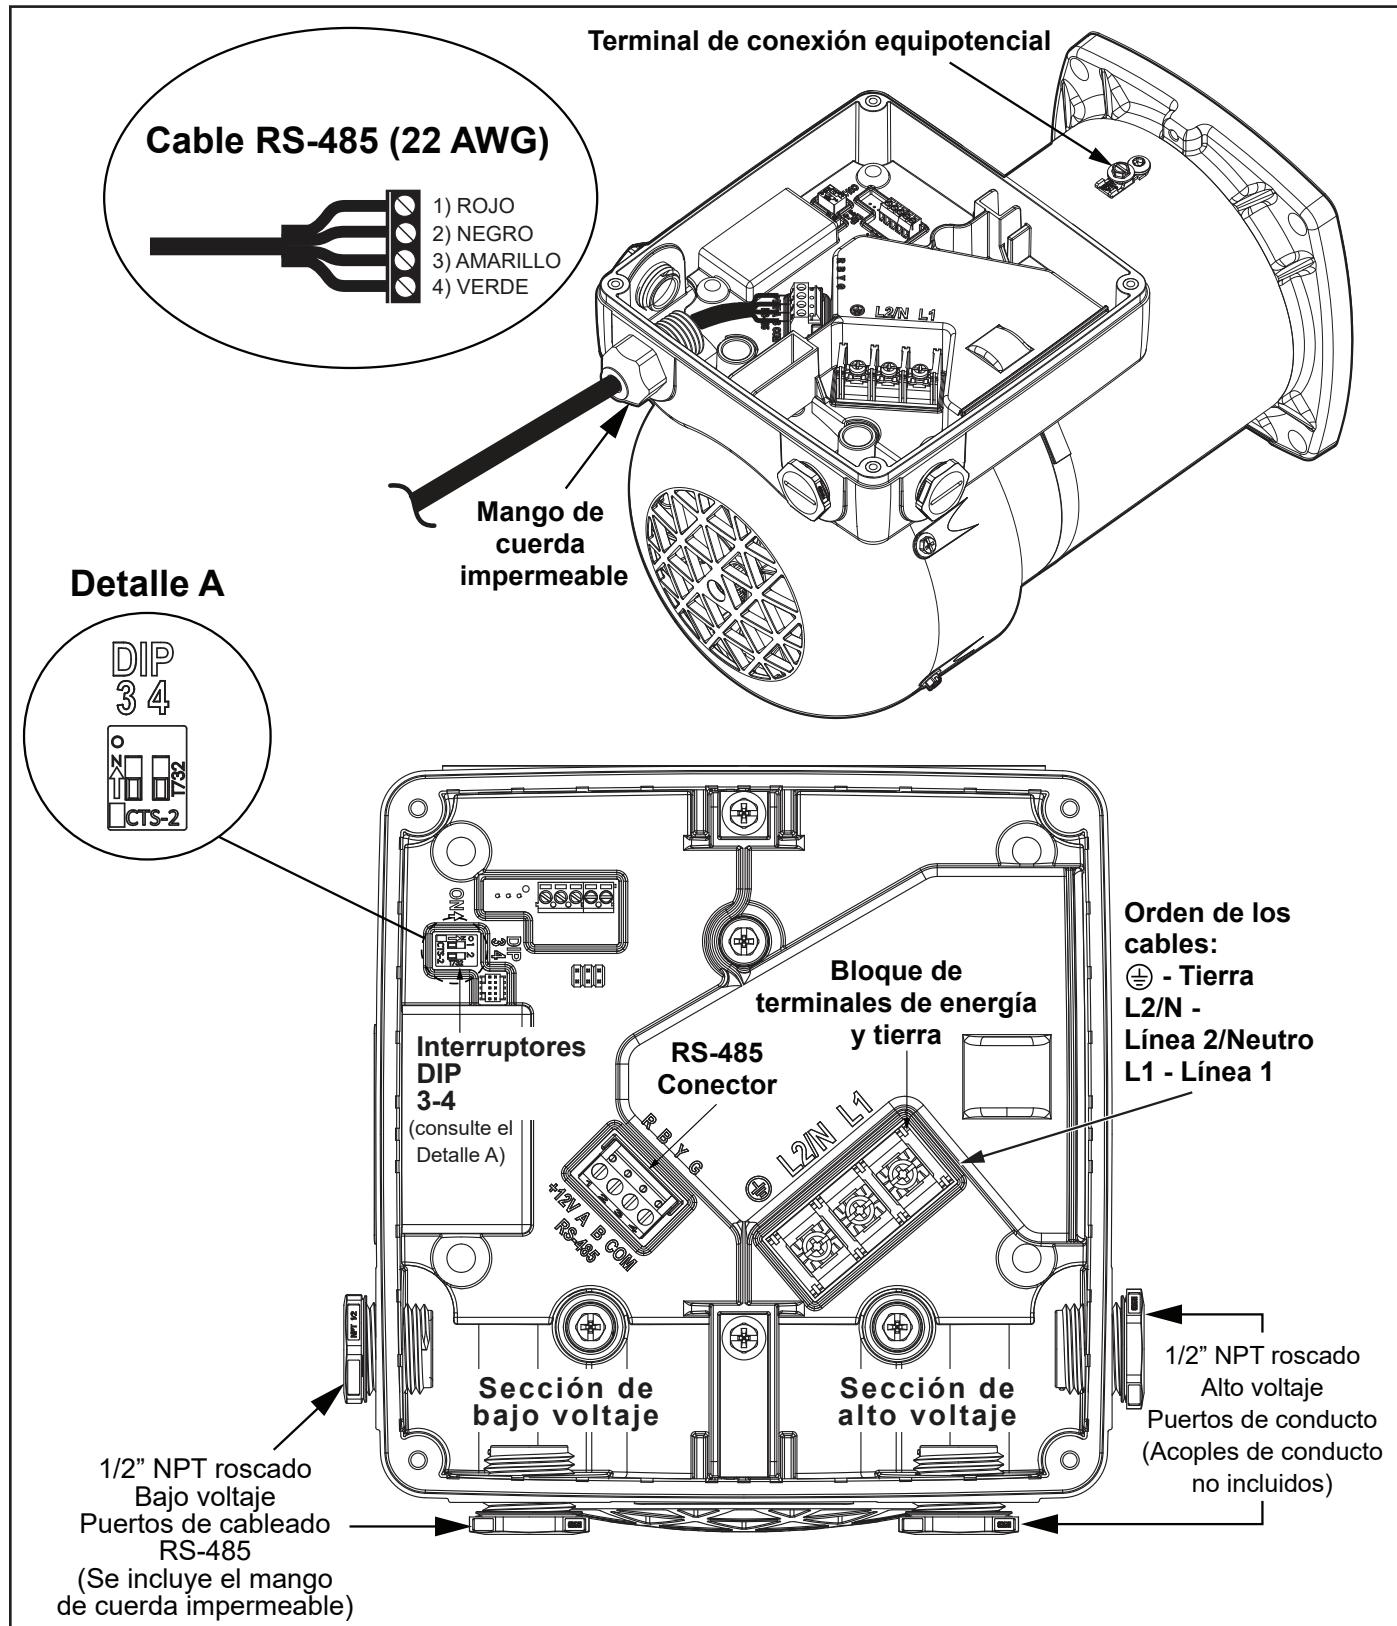

Figura 8. Diagrama de cableado (energía principal de 115 v/230 v y conexión RS-485)
Además de la conexión a tierra adecuada, según se describe en la sección *Cableado eléctrico*, y en conformidad con los requisitos de National Electrical Code (NEC) o, en Canadá, del Código Eléctrico Canadiense (CEC), debe haber una conexión equipotencial entre el motor de la bomba y todas las piezas metálicas de la estructura de la piscina, del hidromasaje o del jacuzzi y todos los componentes y equipos eléctricos relacionados con el sistema de circulación de agua de la piscina/del hidromasaje. La conexión equipotencial debe llevarse a cabo con un conductor de cobre macizo n.º 8 AWG o uno más grande. En Canadá, debe usarse n.º 6 AWG o uno más grande. Haga la conexión equipotencial del motor con la terminal de conexión equipotencial externa proporcionada en el bastidor del motor. Consulte la Figura 8.
Las secciones de bajo voltaje ofrecen dos (2) puertos de conducto de 1/2" NPT (rosados). Se incluye un mango con cuerda impermeable (consulte la Figura 8).
Asegúrese de que la energía a la bomba esté desconectada y retire la tapa de acceso del motor. Conecte el cable RS-485 a través del mango de cuerda impermeable suministrado, como se muestra en la Figura 8. Conecte el cable al conector RS-485 en el siguiente orden: rojo (1), negro (2), amarillo (3), verde (4). Vuelva a fijar la tapa de acceso en el motor y restituya el suministro de energía.